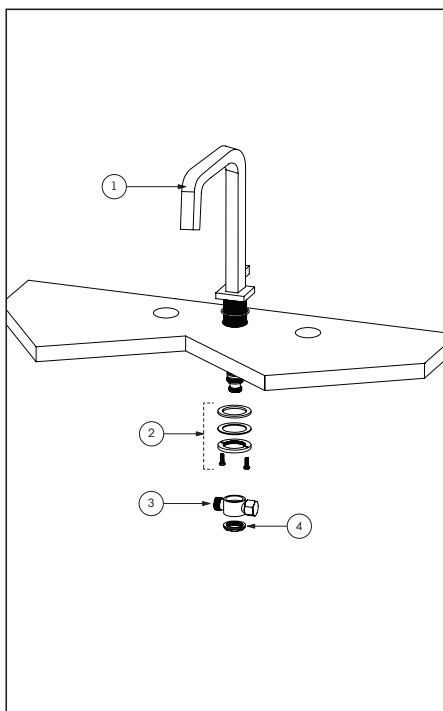

Fig.2
Insert the faucet (1) into the hole of your sink or countertop and secure with retainer kit (2). Install the joint "T" (3) in the base of the faucet and secure it in position using the ring fastener (4). Fig. 2.
Insérer le robinet (1) dans le trou du lavabo ou du comptoir et fixer le avec les ensemble de retenue (2). Installer le joint en "T" (3) dans la base du robinet et le fixer en position à l'aide de l'anneau de fixation (4). Fig. 2.